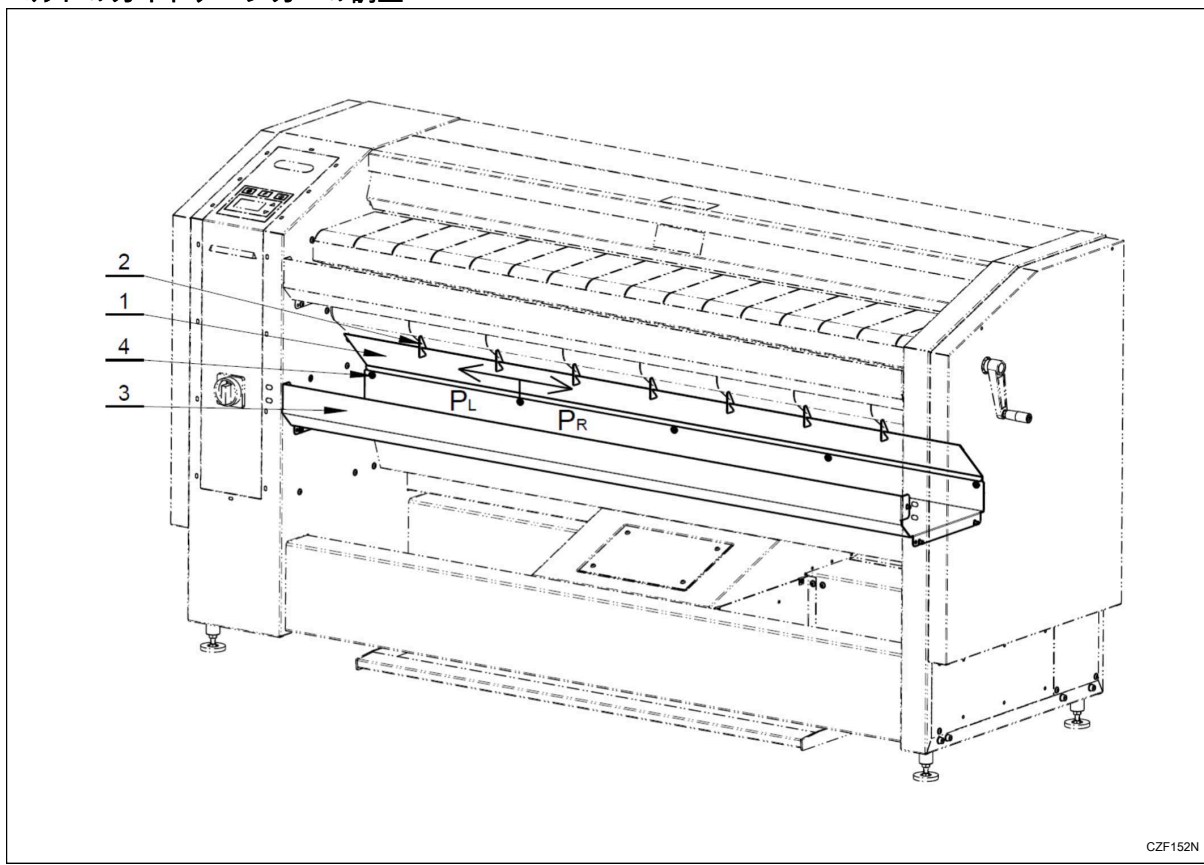

図 42
- ・ ねじ (2) とサービスカバー (1) を取り外してから、ファンの吸引領域を（掃除機で）清掃します - 図 42参照。
- ・ ねじ (2) は、認可されていない者による不正な取り外しを防止する特殊安全ねじです。特殊レンチはマシンの付属品の一部を形成します。
- ・ ベルトが正しく稼働していない場合、ねじ (4) を緩めた後にプレート (1)、ガイドフィンガー (2)、出口溝 (3) の正しい位置を限られた範囲の方向 (P) に調整することができます - 図 42参照。
- ・ プレート (1) の正しい位置を設定したら、ねじ (4) を締めて設定を確定する必要があります - 図 42参照。